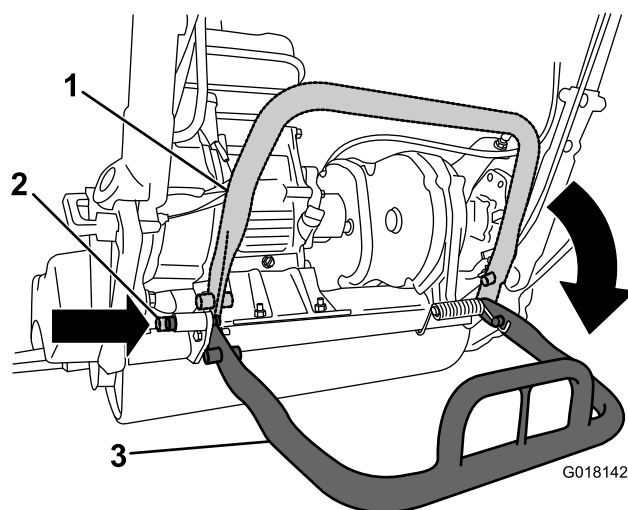

図 21
- リールを外している間にユニットが倒れないように、キックスタンドを下げて、ロッキングピンを差し込んでキックスタンドを整備位置にロックします 図 21。